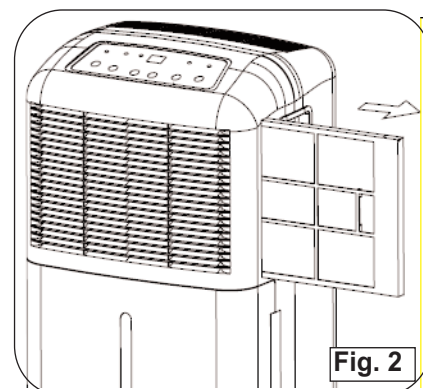

Fig. 2
- 1) Saisir la poignée du filtre, le filtre glissera facilement (Fig. 2)